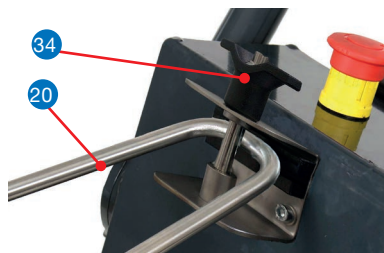

Abb. 46) Durch Kugelsperrbolzen gesicherter Deltabügel
4. Deltabügel **20** mit Kugelsperrbolzen **34** sichern (Abb. 46):